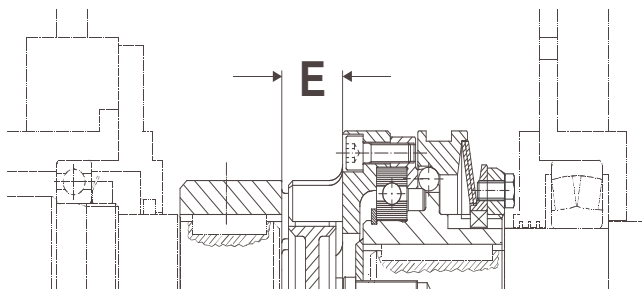

Bild 2
EAS®-NC-Kupplung (1) und ROBA®-ES-Kupplungsnabe (3) werden auf die Wellen aufgezogen und axial fixiert (Beispiel Bild 2).
Abstandsmaß „E“ nach Tabelle 1 und Bild 2 unbedingt einhalten.
- ☐ Kupplungshälften axial fixieren, z. B. mit Pressdeckel und Gewindestift (siehe Bild 2).
Abstandsmaß „E“ nach Bild 2 und Tabelle 1 unbedingt einhalten!